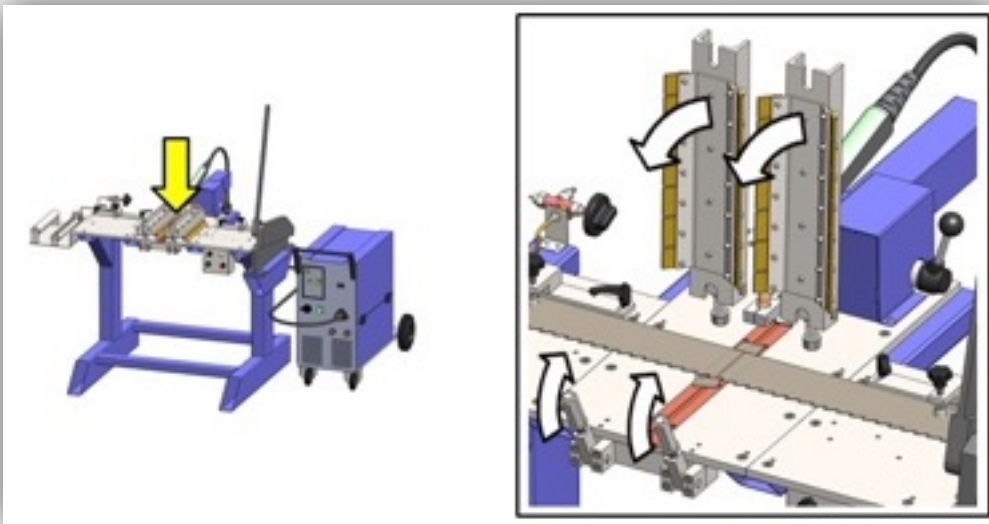

Figura 22
④ Repita los pasos ② y ③ con el otro extremo de la hoja a soldar
⑤ En este punto, cierre las vigas centrales y bloqueélas levantando la palanca adecuada. (Véase la figura 22).